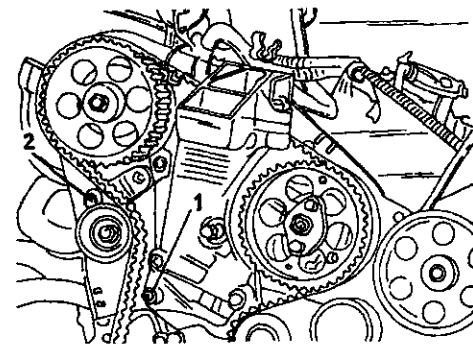

Рис. 392. Гайка (1) и болт (2) крепят натяжной ролик автоматического натяжного устройства зубчатого ремня.
- Необходимо вставить три блокирующих болта и стержня. Или можно повернуть распределительный вал до положения, при котором можно вставить один из болтов М8 в месте (1) на рисунке 391. При этом зубчатый шкив находится в нужном положении для установки зубчатого ремня.
- Затянуть болт (2) натяжителя зубчатого ремня (Рис. 392).
- Заблокировать приводной шкив топливного насоса высокого давления, вставив два болта М8 (2) на рисунке 391. При этом приводной шкив устанавливается в положение впрыска топлива первого цилиндра.
- Наложить зубчатый ремень. Сначала ремень накладывается на зубчатый шкив коленчатого вала, затем на жестко закрепленный направляющий ролик (5) на рисунке 377, приводной шкив топливного насоса высокого давления (6) и зубчатый шкив распределительного вала (2). Держа зубчатый ремень натянутым, наложить его с другой стороны на